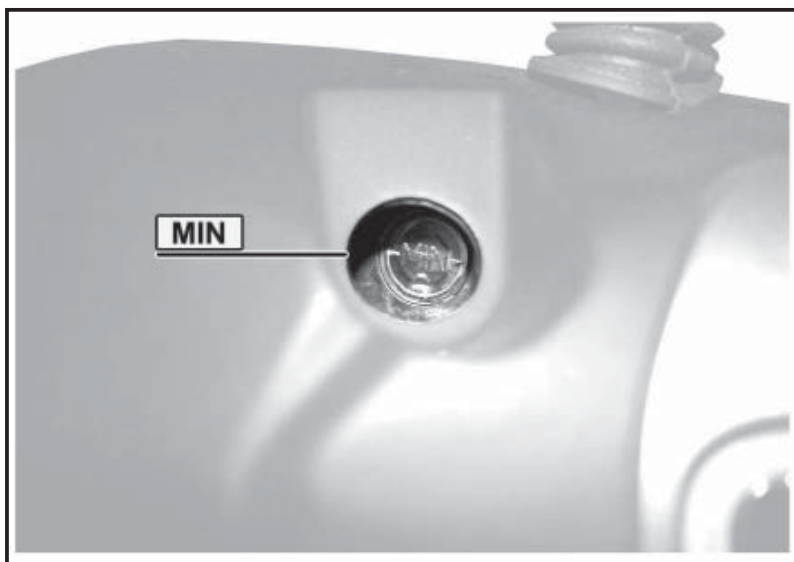

Fig. 02
6.13 LIQUIDE DE FREIN (Fig. 02)